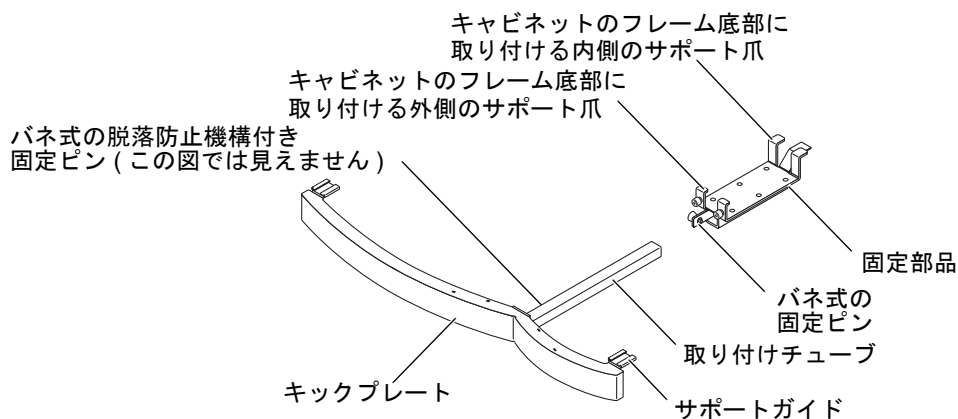

図 17-1 キックプレート部品
1. 取り付けチューブの左側にあるバネ式の脱落防止機構付き固定ピンを引きながら回して緩め、キックプレート部品を固定部品から外に引き出します (図 17-1)。